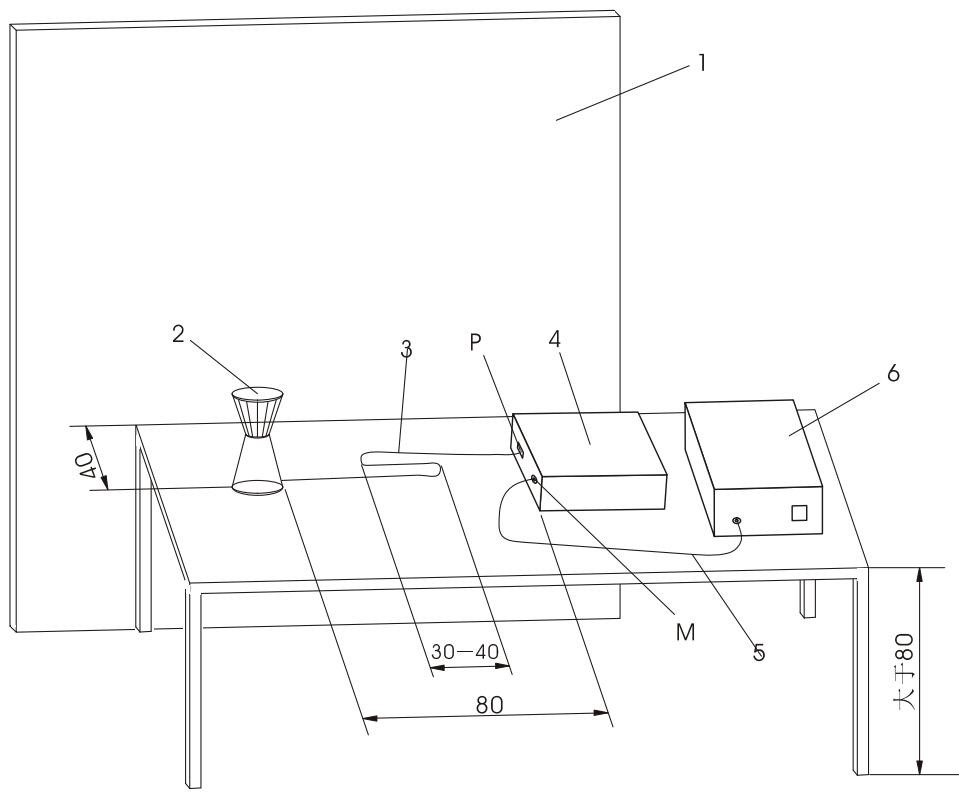

图 7 台式设备的布置方法
- 1、测量布置方法见图 7;
- 1、 测量布置方法见图 7，需附加模拟手进行测量；